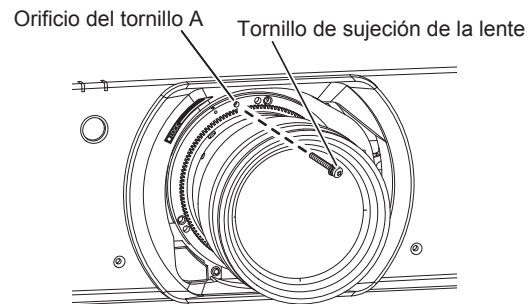

Figura 2
- 2) **Asegure la lente de proyección con el tornillo de sujeción de la lente suministrado. (Figura 2)**